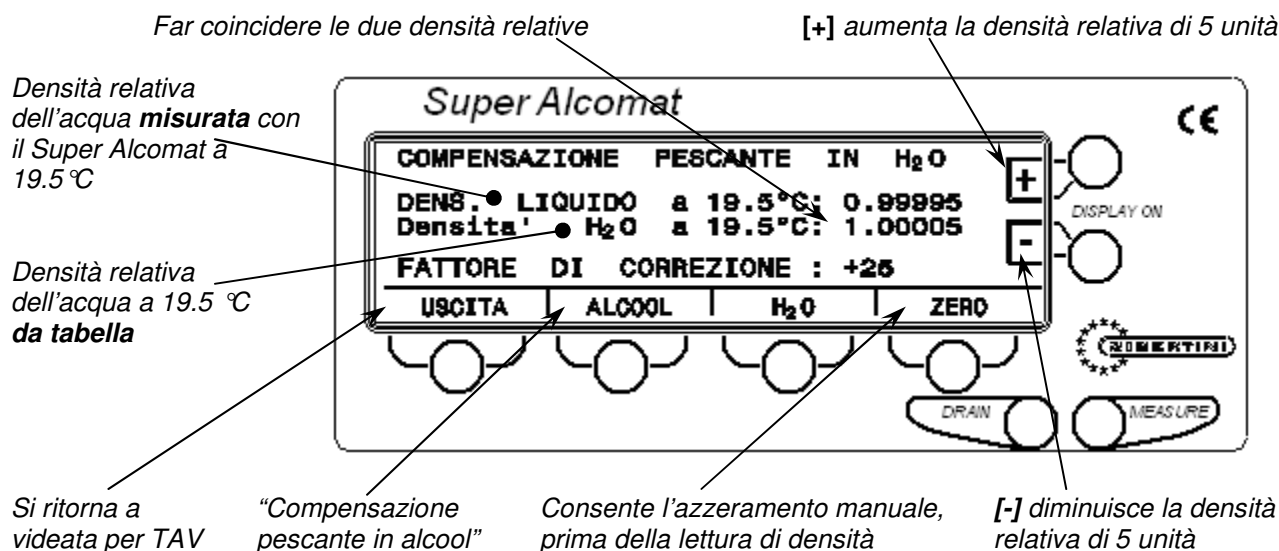

Fig. 10: Correzione del pescante con acqua distillata
- sul display vengono visualizzati: il fattore di correzione attuale, la densità relativa che dovrebbe avere l'acqua alla temperatura misurata dalla termosonda e la densità relativa dell'acqua effettivamente misurata dallo strumento. (Fig. 10);